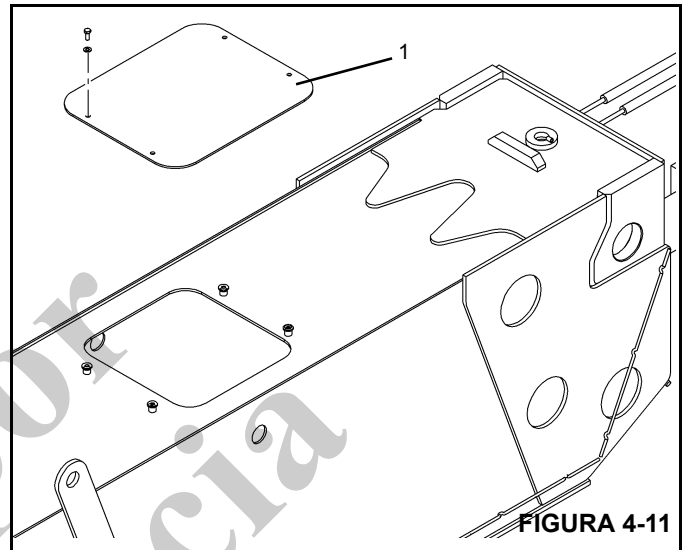

FIGURA 4-11
1. Retire la cubierta de acceso (Figura 4-11, 1) de la parte superior trasera de la sección de la base. Deslice el